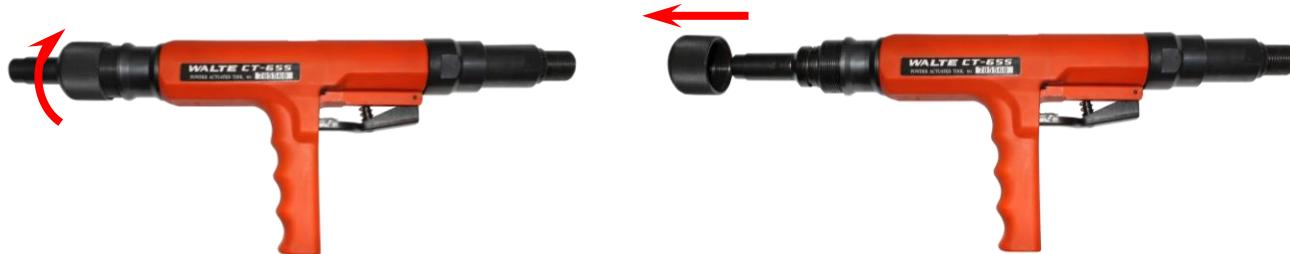

Рис. 9
- Открутите и снимите обойму направляющего наконечника (Рисунок 9).